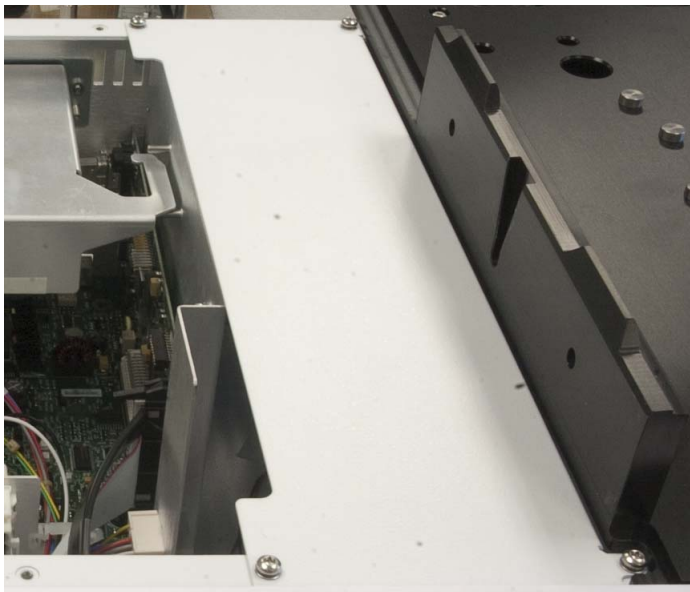

Figura 28 Extracción de la cubierta superior derecha de la estructura principal
- 5 Quite los cuatro tornillos T-20 Torx que sujetan la cubierta superior derecha a la estructura principal y quite la cubierta (Figura 28).